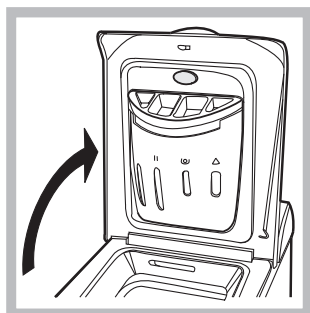

Fig. 1
A) Ouvrez le couvercle. (Fig. 1). Soulevez le Couvercle externe et ouvrez le complètement;